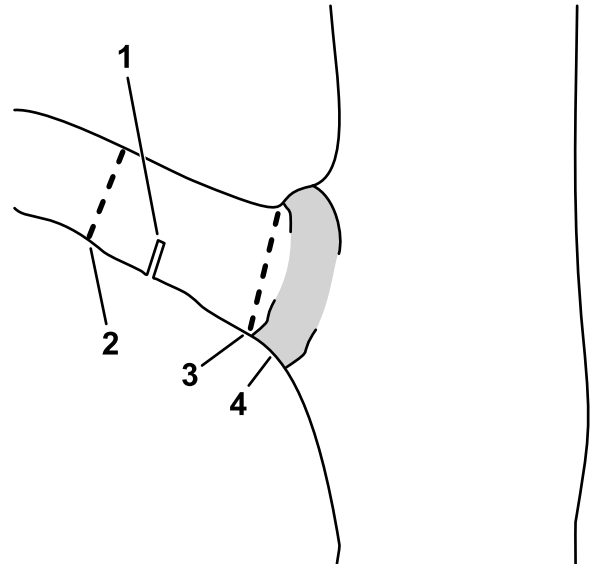

Figure 11
- C. Coupez le chicot au niveau du collet de la branche (Figure 11).